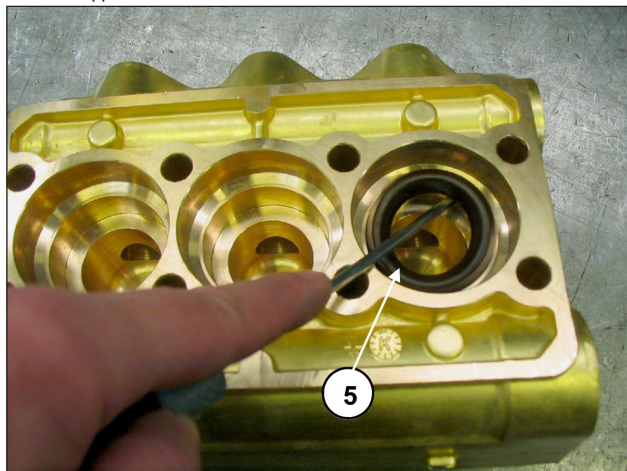

Рис. 21
С) Обычными инструментами выньте уплотнения высокого давления из торца и уплотнения низкого давления из соответствующей опоры, как показано на Рис. 21, поз. ⑤, стараясь не повредить соответствующие посадочные места.